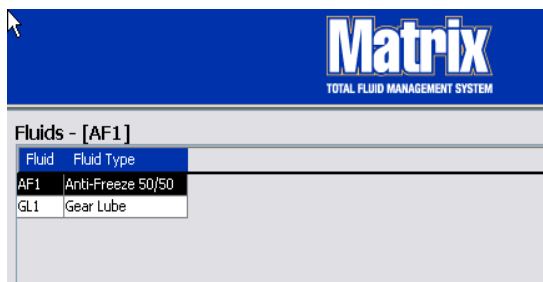

FIG. 69
5. La información de fluido se muestra en la pantalla Fluidos, tal como se representa en la FIG. 69.
6. Para modificar el nombre asignado a un fluido o el tipo de fluido asignado a un nombre (FIG. 69) seleccione la entrada que aparece en la lista de la pantalla principal Fluidos.